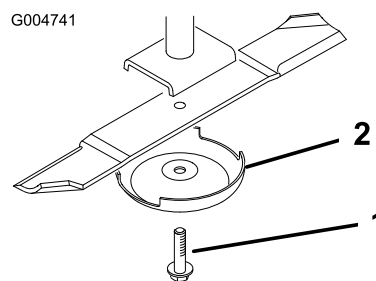

Bild 126
3. Entfernen Sie die Messerschraube, die Antiskalpierkuppe und das Messer von der Spindelwelle (Bild 126).